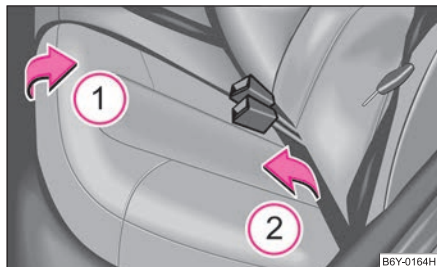

Fig. 51 Rabattre l'assise du siège arrière
- Tirer l'assise de siège arrière vers le haut dans le sens de la flèche ① ⇒ fig. 51 et la rabattre vers l'avant dans le sens de la flèche ②.